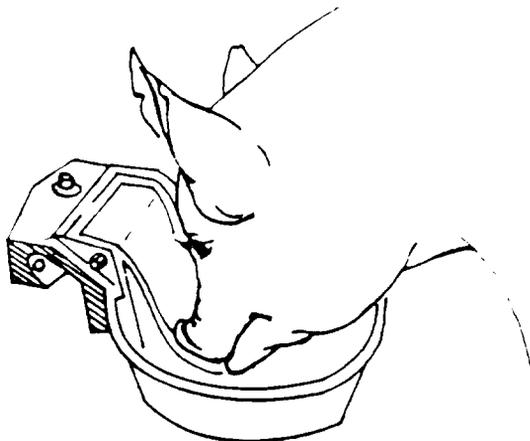

FIG. 8. Bebedouro tipo concha.
- Tem uma pequena alavanca que ao ser empurrada, permite a passagem da água do cano para a concha, na qual o suíno toma a água que deseja (Fig. 8).